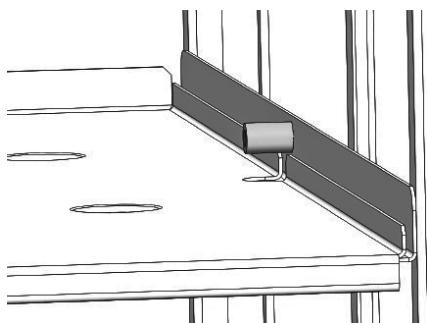
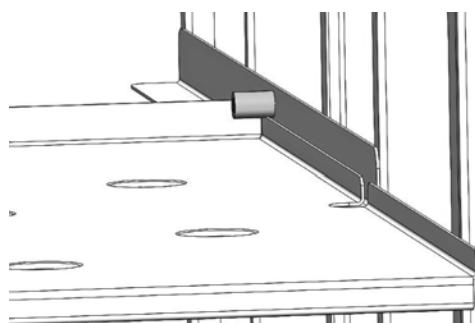

Рис.2
Рис.3
4.9. Для удобства процесса загрузки/разгрузки витрины, полки выполнены с фиксатором и имеют возможность выдвигаться на половину своей длины (*рис.3*). Для того, чтобы извлечь полку из витрины, необходимо в полностью задвинутом положении полки (*рис.2*) поднять её вверх. При этом ограничивающий ролик на решетке пойдет через паз в полке.